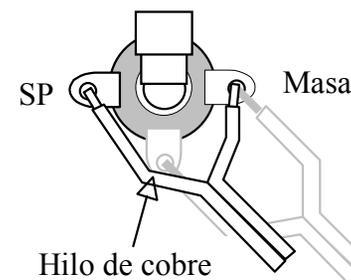

Figura 7-5
- Conecte el otro extremo de este cable al conector del altavoz externo, como se muestra en la Figura 7-5. El hilo de cobre debe conectarse en la pestaña marcada "SP". Suelde las tres pestañas.